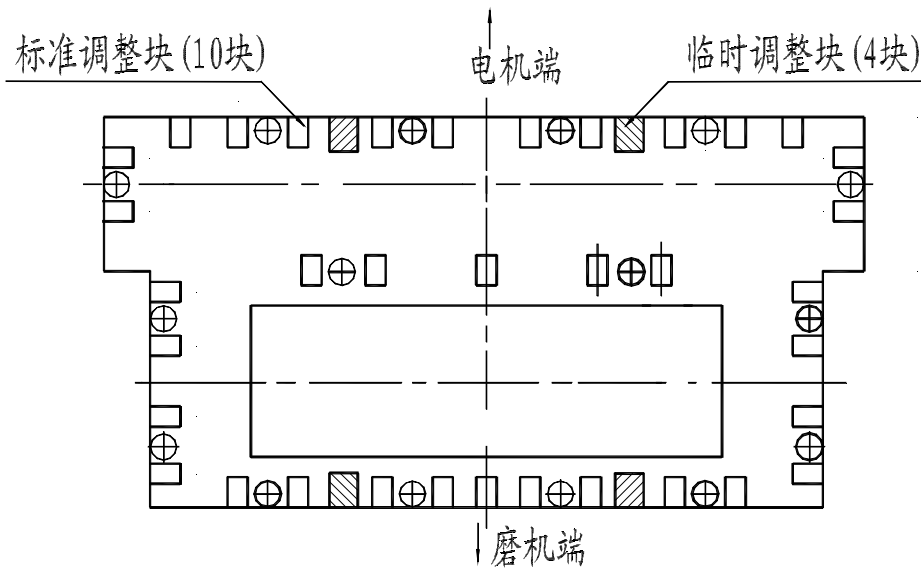
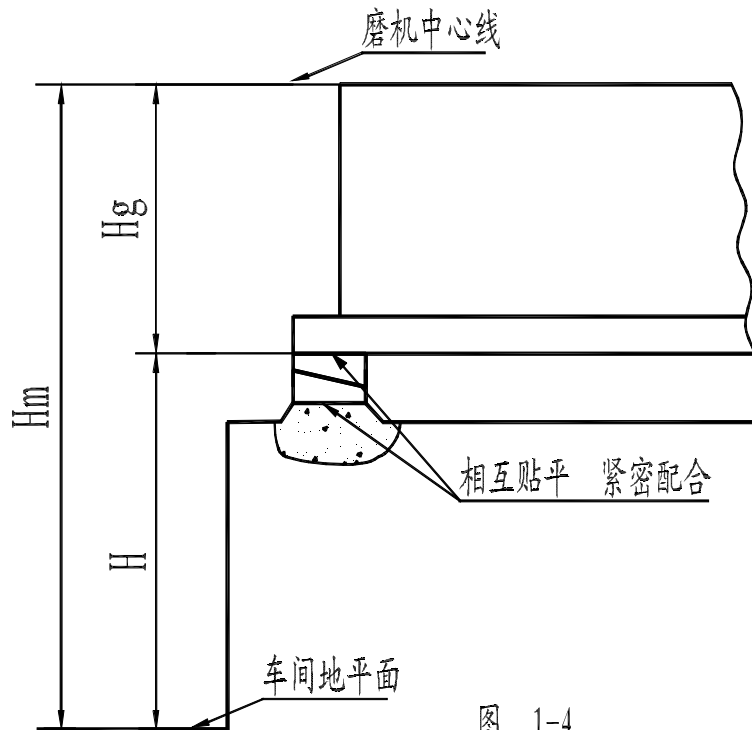

图 1-3
图 1-4
3. 2. 3 将可调整铁油封清理干净，螺纹部分涂脂防锈。按图 1-3 安放四块临时调整垫铁和地沟上的 5 个调整垫铁，其标高差不大于 0.2mm。垫铁上表面标高 H 按下式确定（见图 1-4）。
3. 2. 9 按图 1-3 所示位置安装其余标准可调垫铁。安放时注意将螺栓头部放在旋动处。可调垫铁安放前, 按 JC30-90 标准中附录二的要求敷设水泥砂墩, 其标高应比基础表面低, 可调垫铁置于砂墩上后仔细调整其高度。使其上下表面分别与下箱体和基础表面紧密贴合, 但不得使箱体抬高。标准垫铁安装好后, 拆除临时调整垫铁。